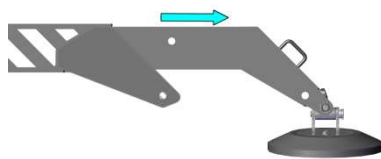

Figure: 37
- Ensuite, tirez à la main la partie articulée totalement vers l'extérieur, contre le blocage d'extrémité (voir Figure 37).